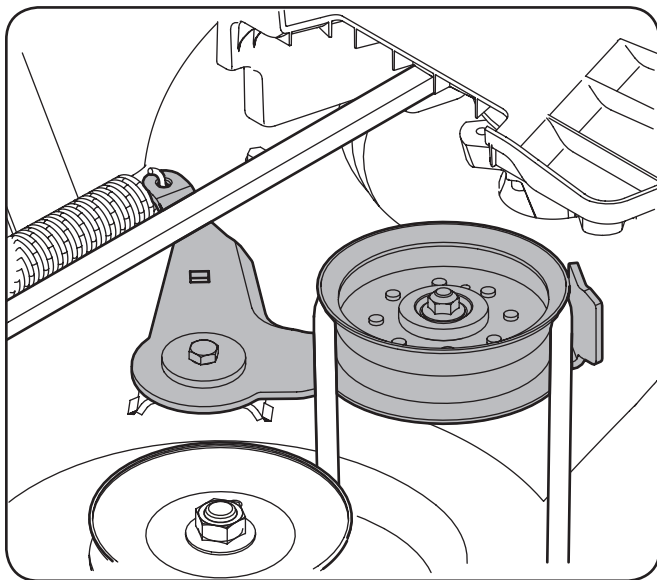

Figura 7-2
7. Trabajando en el lado derecho del tractor, inserte una llave de trinquete de $\frac{3}{8}$ " pulgadas para *ajustar*, en el orificio cuadrado de la ménsula intermedia. Consulte Figura 7-2.
8. Pivote la llave hacia adelante para mover la polea de transmisión de la plataforma hacia adelante. Consulte Figura 7-2.